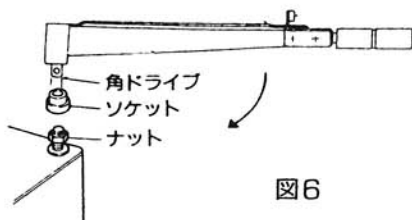

図6
- ① 指針が目盛板の「0」位置を指示していることを確認して下さい。
- ② ソケットを角ドライブに差し込んで下さい。(図6)
- ④ トルクレンチをまわして締め付けて下さい。(図6)